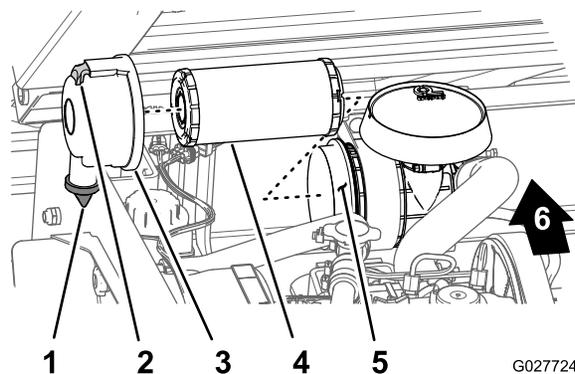

Figure 34
2. Vérifiez si le boîtier du filtre à air présente des dommages susceptibles d'occasionner des fuites d'air (Figure 34).
3. Tirez le verrou vers l'extérieur et tournez le couvercle du filtre à air dans le sens antihoraire (Figure 34).
5. Sortez l'élément filtrant du boîtier du filtre à air (Figure 34) avec précaution pour ne pas déloger trop de poussière.
1. Nettoyez l'orifice d'éjection d'impuretés situé sur le couvercle du filtre à air (Figure 34).
2. Retirez la valve de sortie en caoutchouc du couvercle, nettoyez la cavité et remettez la valve en place (Figure 34).
3. Insérez l'élément filtrant dans le boîtier du filtre à air en appuyant sur le bord extérieur de l'élément pour l'engager parfaitement dans le boîtier (Figure 34).
4. Alignez le couvercle du filtre à air sur le boîtier en orientant la valve de sortie en caoutchouc vers le bas, à peu près entre les positions 5 heures et 7 heures, vu de l'extrémité (Figure 34).
5. Fixez le couvercle au boîtier avec les verrous (Figure 34).